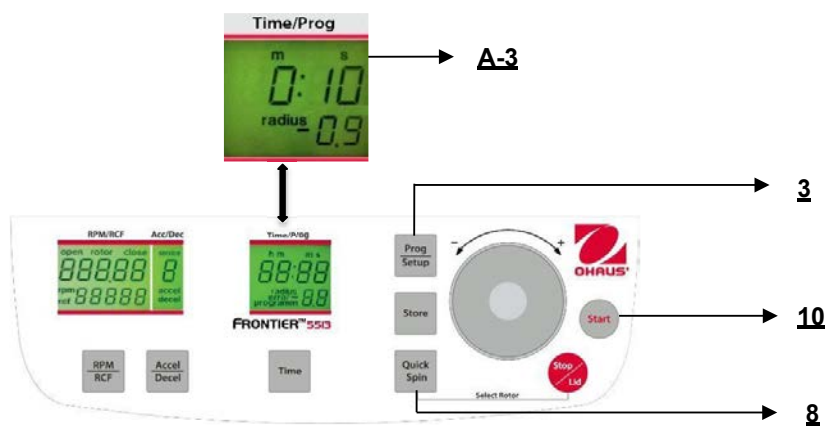

Figura. 23
Para salir del modo de programa, solo presione el botón **"Prog/Setup"** (3) (vea la Figura 23). Entonces, dentro de la pantalla **"Time/Prog"** (A-3) aparece la palabra **"programm"** (M10). Configure la pantalla en **"programm--"** (M10) con el dial de ajuste (4).